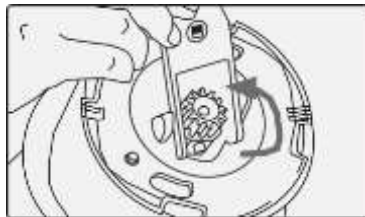

Рис. 22
4. Поверните зажим на 180° в закрытое положение, убедившись, что он полностью заблокирован (Рис. 22).